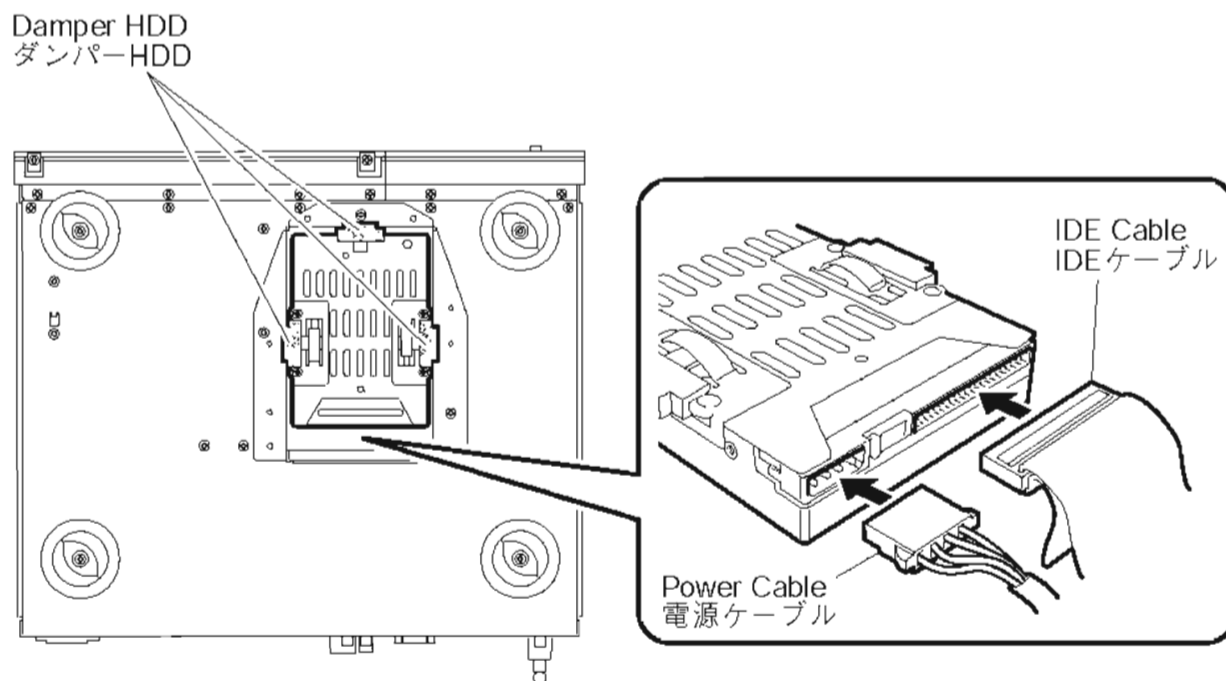

Fig. 16
- i. The IDE cable and power cable are inserted in the HDD unit. (Fig. 16)
- j. Install the HDD unit. (Fig. 16)
- i. HDDユニットにIDEケーブル、電源ケーブルを差し込みます。(Fig. 16)
- j. HDDユニットを取り付けます。(Fig. 16)